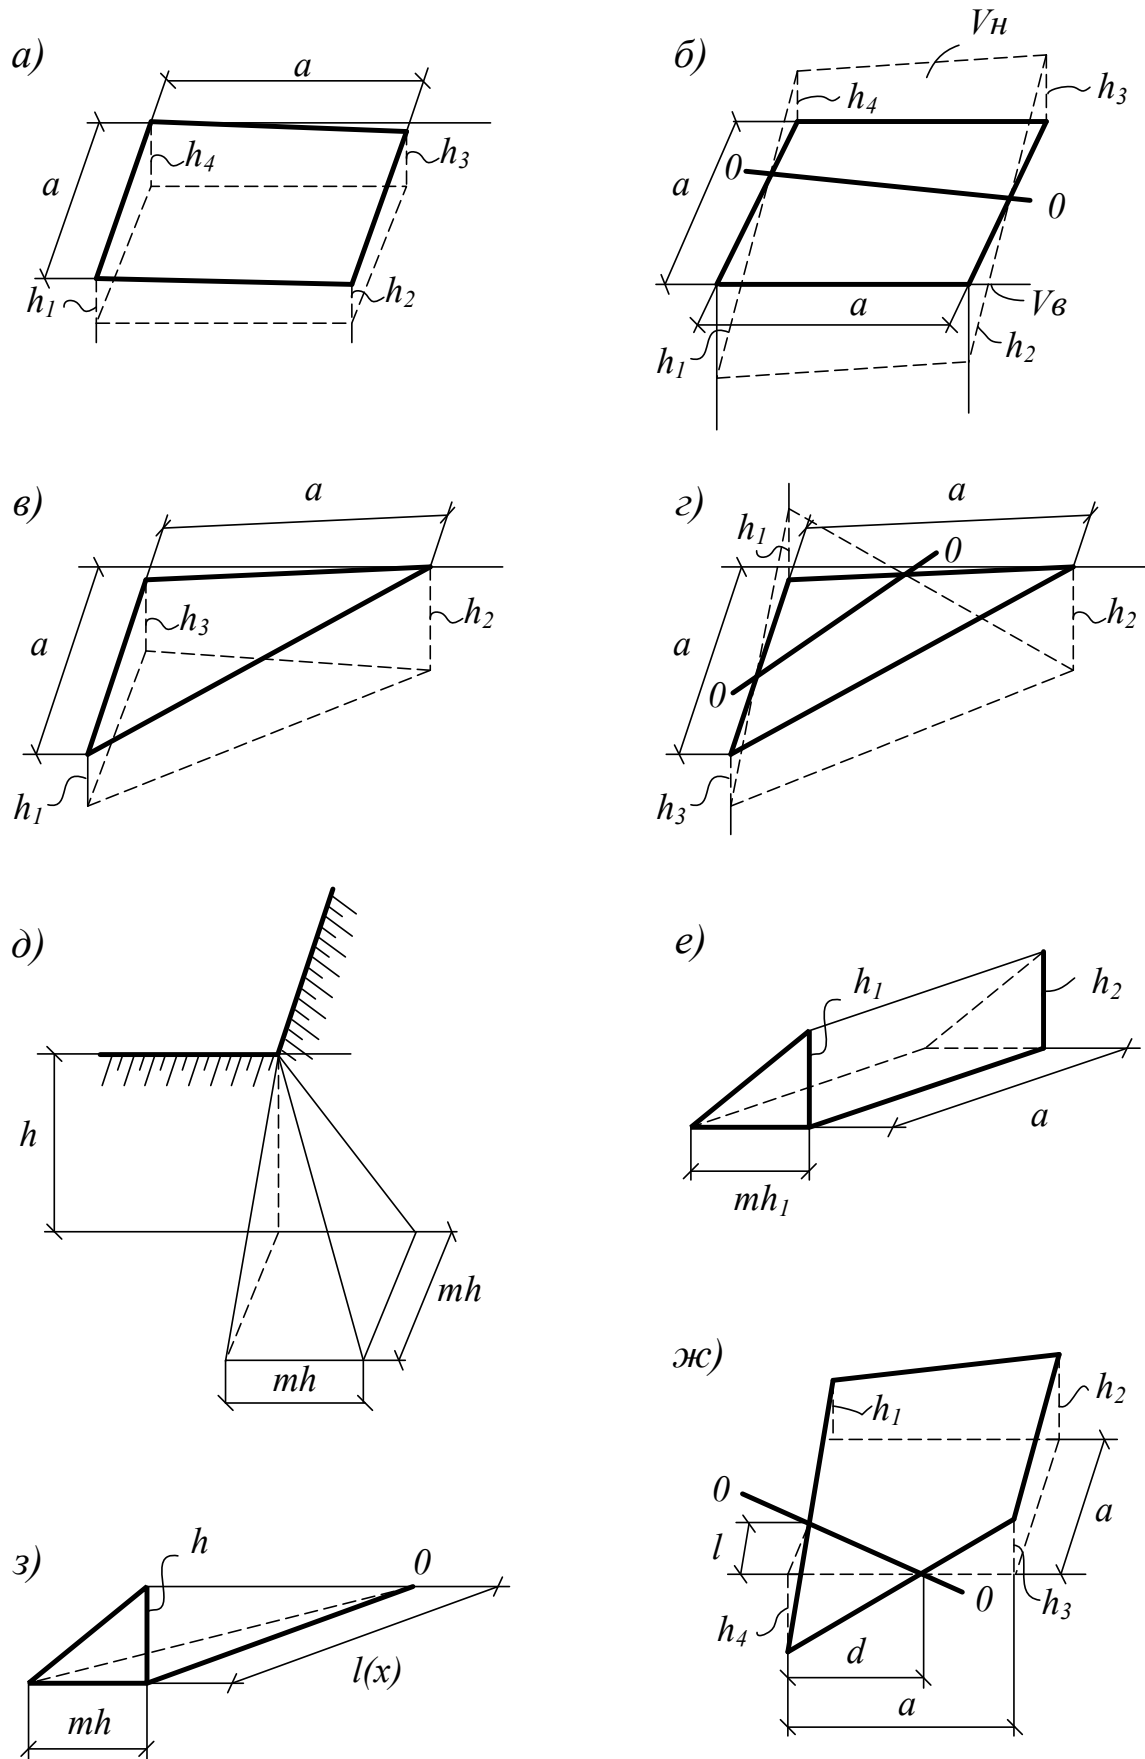

Рисунок 3
- чотиригранної призми в однойменних квадратах (рисунок 3, а)
- перехідного квадрата насипу і виїмки (рисунок 3, б)
- тригранної призми в однойменних трикутниках (рисунок 3, в)
- перехідного трикутника (рисунок 3, г) для ділянки з однією робочою відміткою
- кутової чотиригранної піраміди (рисунок 3, д)
- бокової призматоїди (рисунок 3, е)
- бокової тригранної піраміди в перехідних квадратах (рисунок 3, з)
- перехідного квадрата насипу та виїмки (рисунок 3, ж)